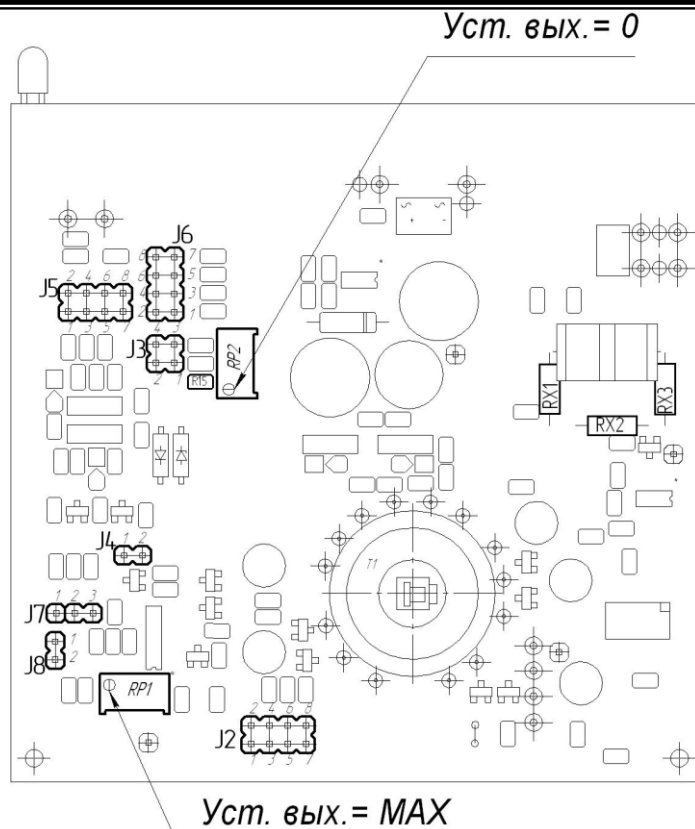

Рисунок 9.1 - Схема расположения органов регулирования и элементов настройки ПНС-1
Для переналадки блока на другие входные/выходные сигналы используйте рисунок 9.1 или 9.2 (в зависимости от модели прибора) и таблицы 9.1.1, 9.1.2 и 9.2.
1. Для диапазона входного сигнала 4 – 20 мА и выходного сигнала 0 – 10 В необходимо установить сопротивление R15 равным 100 кОм (см. рисунок 9.1). Для других диапазонов R9 должен быть 200 кОм (устанавливается предприятием-изготовителем).
9.4 Время преобразования для прибора ПНС-1 с заводской установкой равно 6 секундам - это максимальное время, необходимое для преобразования значения входного сигнала при резком его изменении (во весь диапазон шкалы - от 0% до 100% или наоборот). Если нужно перенастроить данное время нужно изменить положение переключателей J7 и J8 (см. рисунок 9.1) в соответствии с таблицей 9.3